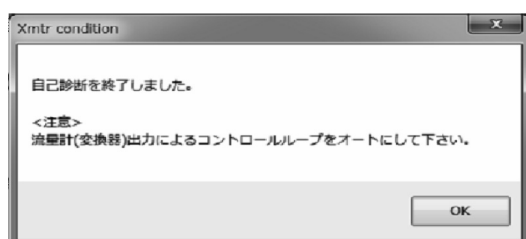
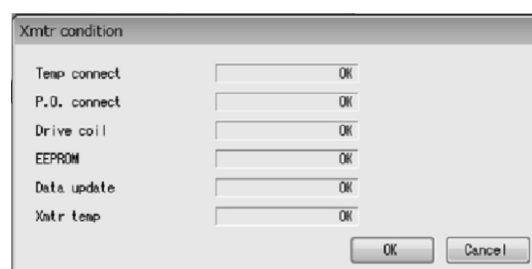

図113
図114
- ④ 「OK」をクリックし、チェックが実行され、終了すると、メッセージボックス(図113)が表示されますので、「OK」ボタンをクリックすれば変換器内部状態チェックは終了です。なお、結果は図114のように表示されます